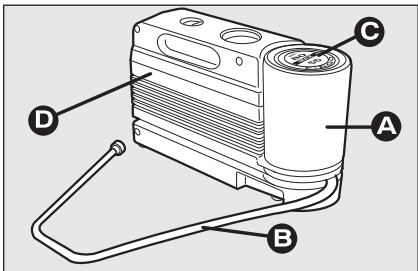

fig. 10
- un compresseur **D-fig. 10** muni d'un manomètre et de raccords.